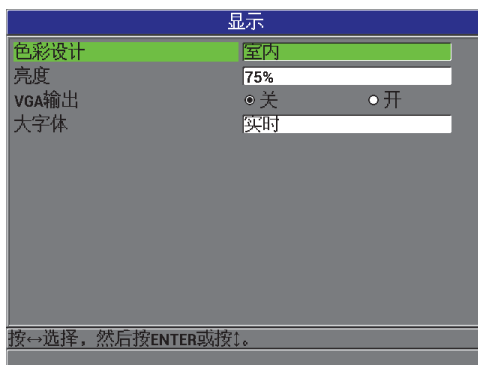

图 3-4 显示屏幕
2. 在**显示**屏幕中（参见第 53 页的图 3-4），选择所需的参数，并为以下参数设置适当的值：